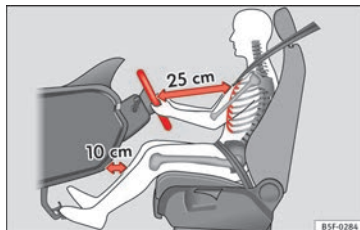

Bild 82 Rätt avstånd mellan föraren och rat-
- Ställ in rattens så att det finns ett avstånd på minst 25 cm mellan rattens och mitten på din bröstkorg » **bild 82**.
- Ställ in förarsätet så att det är ett avstånd på minst 25 cm mellan mitten på bröstkorgen och mitten på rattens » **bild 82**. Om du sitter